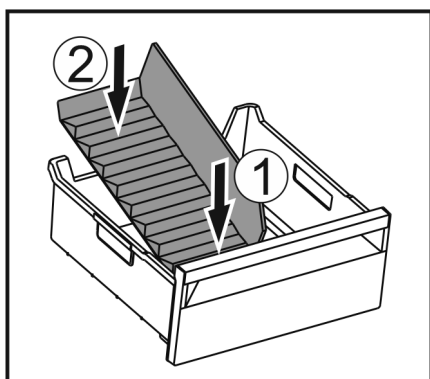

Fig. 60
- ▶ Přepážku vložte nejprve vpředu Fig. 60 (1).
- ▶ Spusťte dolů zadní díl Fig. 60 (2).